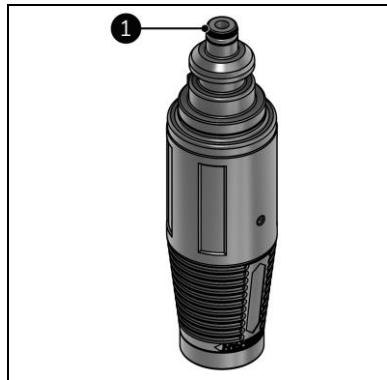

Abbildung 14
3. Tragen Sie Vaseline auf den O-Ring der Düse (Abbildung 14, Pos. 1) auf.